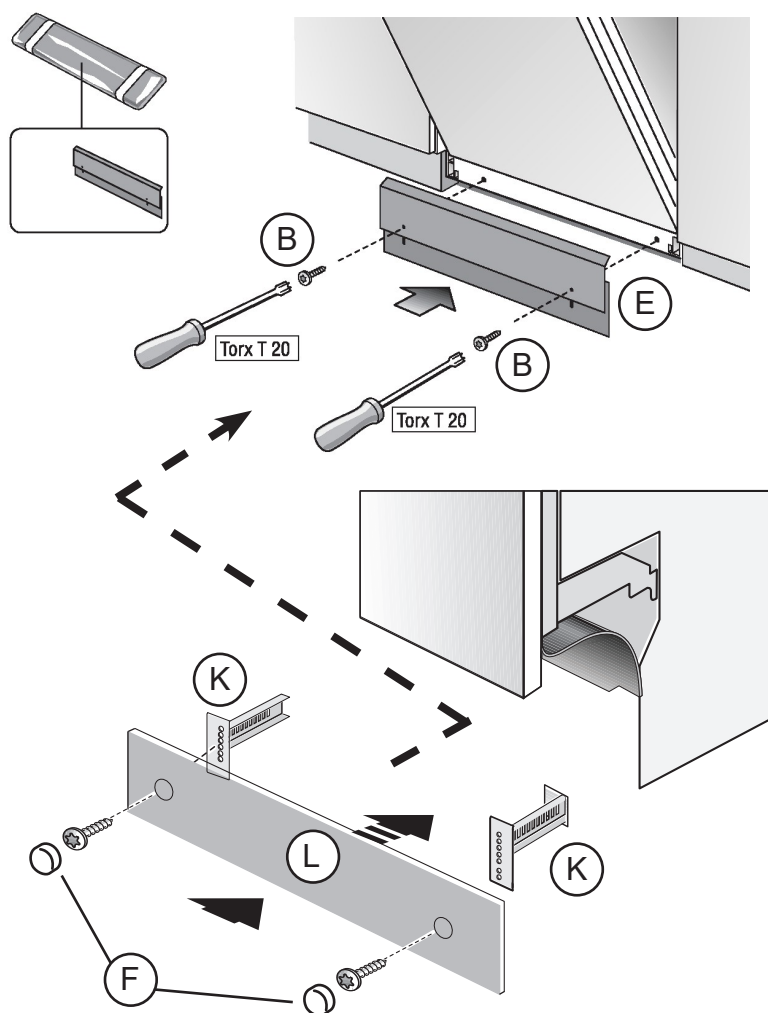

Figure 23
3. Insérer les deux vis noires (comprises) dans les trous prévus sur le panneau de plinthe et les visser. Utiliser les vis fournies afin d'éviter d'endommager le lave-vaisselle. Voir la **Figure 23**.
5. Pour les modèles dotés d'un panneau de plinthe extérieur (3ème pièce), faire glisser les pattes (K) fournies dans les fentes du panneau que vous venez de monter.